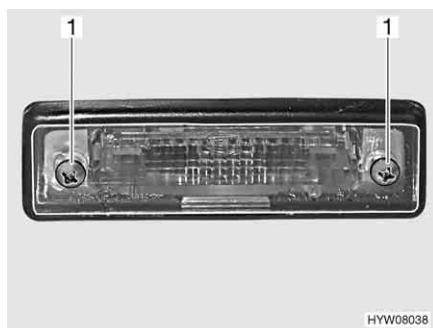

Fig. 191 Luci posteriori (luce targa)
- Svitare due viti degli involucri (Fig. 191,1).